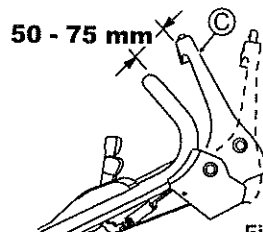

Fig. 25.
Ajuste de maneira que a lâmina comece a girar quando a distância entre a alavanca da lâmina (C) e a manopla for de 50 - 75 mm com o botão amarelo pressionado, como mostrado na fig. 25.